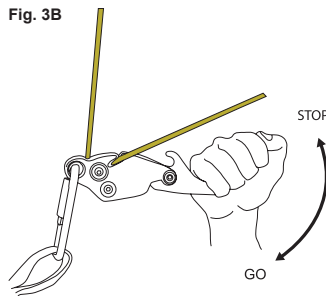

Fig. 3B
7. La velocidad del descenso se ajusta con una mano en el tirador y la otra sujetando la línea por debajo del dispositivo. Empiece con la línea con un ángulo que quede en la parte inferior de la ranura como se indica en la fig. 3B. Si mueve el tirador hacia abajo, la velocidad aumenta. Cuando mueva el tirador hacia arriba o suelte el tirador, el descenso se detendrá. Aumente o disminuya la fricción moviendo la línea hacia la parte estrecha de la ranura o alejándola. Es importante mantener siempre una mano en la línea para controlar el descenso.
- La velocidad del descenso se regula con una mano en el tirador y la otra sujetando la línea por debajo del dispositivo. Coja la línea con un ángulo que quede fuera de la ranura. Con el dispositivo de descenso boca abajo, el descenso se inicia tirando del tirador hacia arriba, Fig. 7, y se detiene cuando mueve el tirador hacia abajo o lo suelta. Aumente o disminuya la fricción moviendo la línea hacia la parte estrecha de la ranura o alejándola como se muestra en la fig. 3B. Es importante mantener siempre una mano en la línea por debajo del dispositivo para tener un mejor control del descenso.